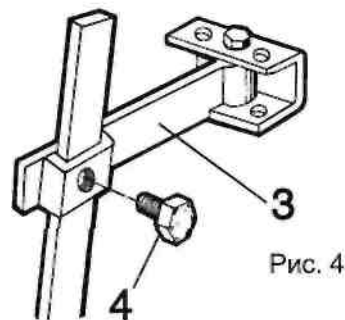

Рис. 4
(Рис. 4)
- Выкрутите винт 4, отрегулируйте и снова закрутите (Рис. 4)